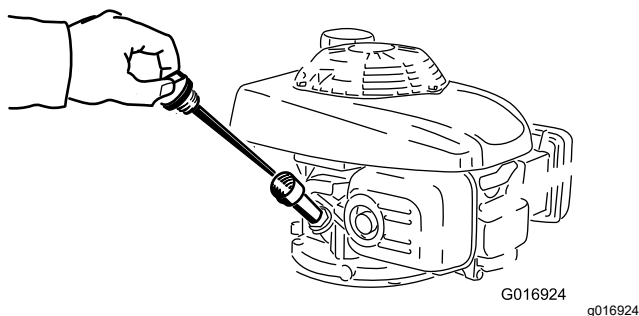

Figura 26
- 5. Retire la varilla (Figura 26).